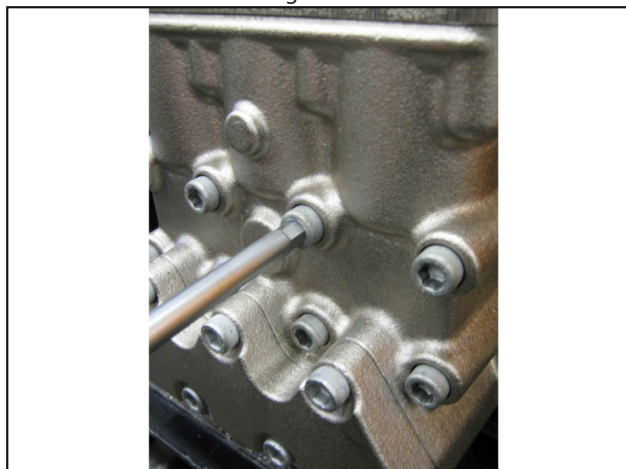

Fig. 20
A) Solte os parafusos de fixação do cabeçote M12x150, conforme indicado na Fig. 20.